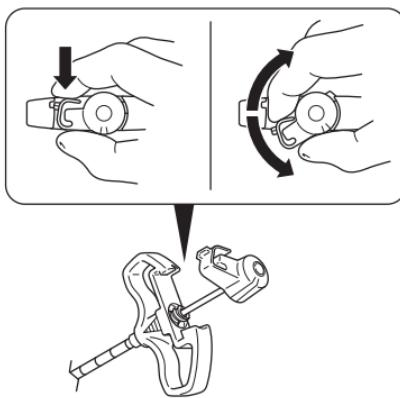

Rysunek 1 – Wprowadzić zespół kaniuli dostępowej/mandrynu
- Pod kontrolą fluoroskopową, wprowadzić zespół kaniuli dostępowej/mandrynu w miejsce zabiegu (rysunek 1).